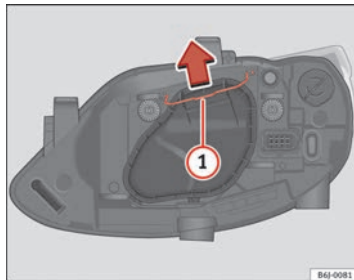

Abb. 148 Abblend-/
- Verschieben Sie die Strebe ⇒ Abb. 148 **1** in Pfeilrichtung und nehmen Sie den Deckel ab.
- Verschieben Sie die Strebe $\Rightarrow$ Abb. 148 ① in Pfeilrichtung und nehmen Sie den Deckel ab.